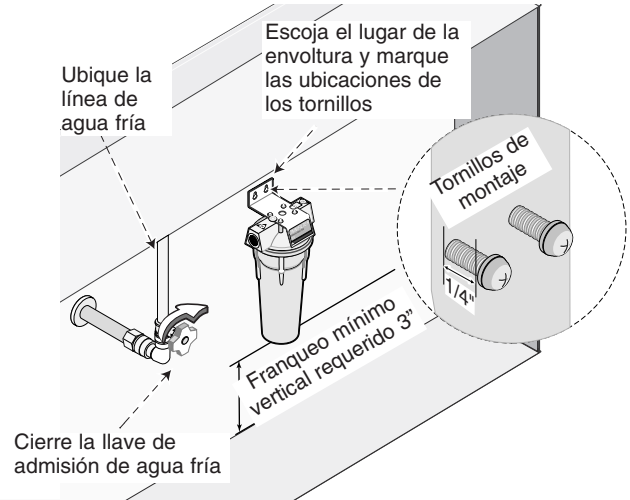

Figura 1
1. Escoja un lugar y la posición del soporte de la envoltura del filtro sobre la pared del armario más cercano a la línea de agua fría debajo del fregadero. Deje un mínimo de 3 pulgadas de espacio libre entre el fondo de la envoltura del filtro y el piso del armario. Consulte la Figura 1.